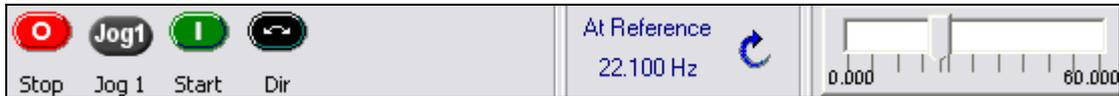

图 1-71 控制栏工具
(2) 阅读警告提示信息，然后点击 OK。
(3) 使用控制栏左侧的按钮来启动、停止和点动变频器及控制变频器的方向，如图 1-71 所示。